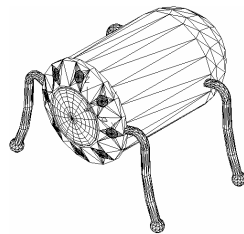

图 6-2-29 消隐处理
(10) 消隐处理。在命令行中输入 HIDE 命令并按回车键, 进行消隐处理, 结果如图 6-2-29 所示。